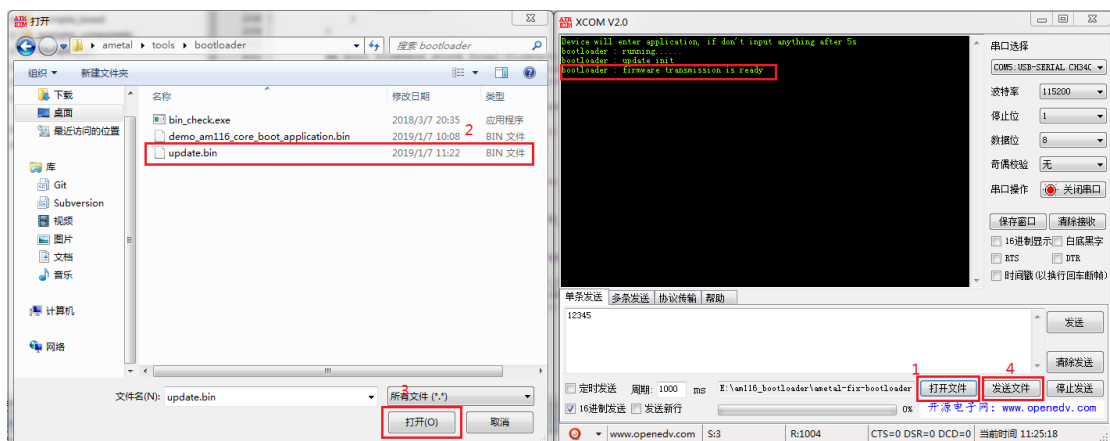

图 17: 发送固件
4、发送固件。当串口助手接收到 bootloader 的打印信息“bootloader : firmware transmission is ready”时，表明 bootloader 接收工作已准备就绪，此时可以利用串口助手发送固件。打开待发送的固件并发送，如图 17 所示。